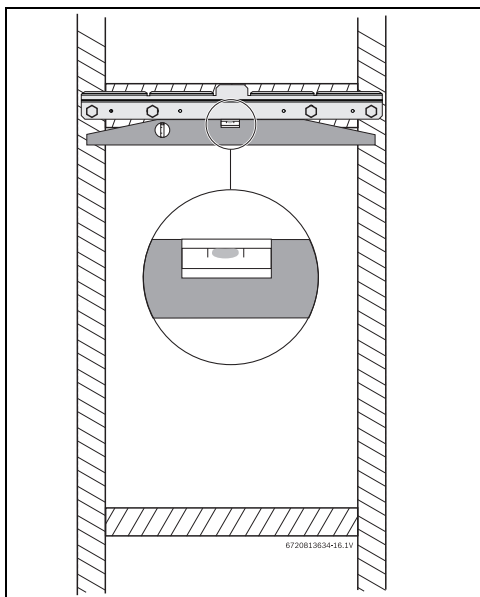

Fig. 8 Mise à niveau du support de montage mural
- ▶ Fixer le support de montage mural fourni avec le chauffe-eau à une surface murale. Le chauffe-eau doit être installé de niveau sur la surface murale, voir fig. 8, page 19.